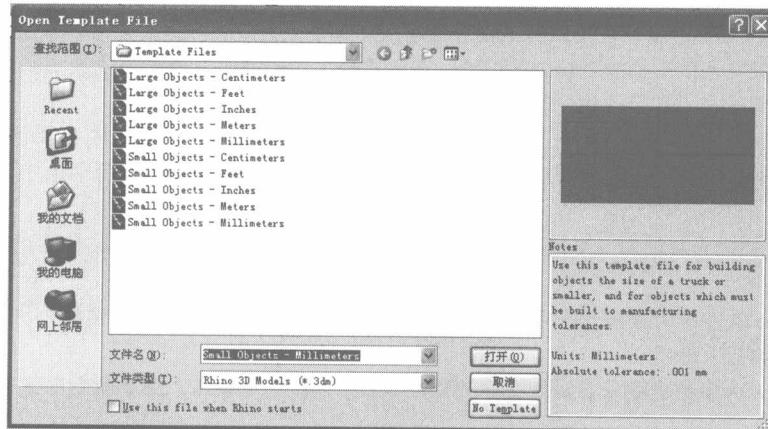

图 2-1 新建文件对话框
- (1) 使用图标 。单击此图标按钮，就可以新建文件。这时候会弹出新建文件对话框（图 2-1）。在这个对话框中可以选择 Rhino 的模板文件（如何自建模版文件请参考保存文件中的 SaveAsTemplate），如果不想打开模板文件，可以直接单击 No Template 按钮。
- (2) 在命令行中输入 New，按回车键或者右击，也会弹出如图 2-1 所示的对话框。在 Rhino 软件中，按回车键或者右击都表示确认。
(3) 使用菜单。单击 File 菜单中的 New 命令按钮。
(4) 使用快捷键 Ctrl +N。这也是大多数软件新建文件时的快捷键。